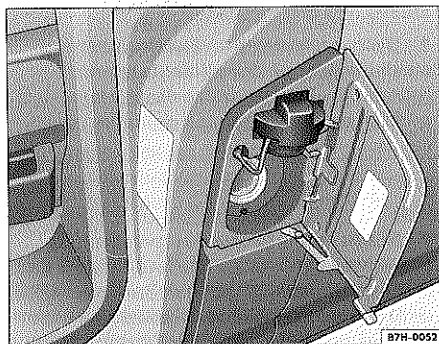

Fig. 6 Lado izquierdo del vehículo: puerta y tapa del depósito abiertas, tapón encajado
- Encaje el tapón en el soporte ⇒ fig. 6.
La tapa del depósito se encuentra en el lado izquierdo del vehículo ⇒ fig. 6. Queda bloqueada al cerrar la puerta delantera izquierda.